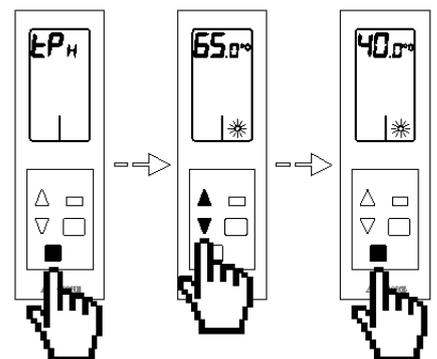

Fig. 109
- Temperatura de Caldera EP_H :** Esta opción sólo está disponible con AZXCCPC. Permite definir la temperatura de corte de caldera para su protección. Por defecto el sistema tiene como temperatura de corte 65° . Si desea modificar estos valores pulse el botón de confirmación , el valor del menú se pondrá a parpadear, esto indica que estamos dentro del menú. Si desea salir del menú pulse el botón salir para volver al menú anterior. El sistema permite modificar la temperatura entre los valores 40° y 65° . Seleccione la opción deseada mediante las flechas de selección Δ / ∇ y pulse sobre el botón de confirmación . (Fig. 109)